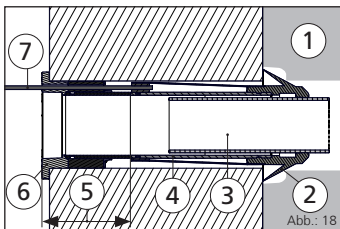

Abb.: 18
- Zum Positionieren des Vortriebsrohres kann die Schnellverspannvorrichtung SVS verwendet werden (siehe Abb.: 18).
Legende zu Abb.: 18